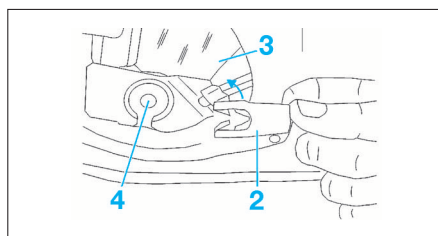

FIG. 41
- par l'intérieur la fourchette (2) de fixation de la vitre (3) sur le lève vitre (4) (Fig.41).